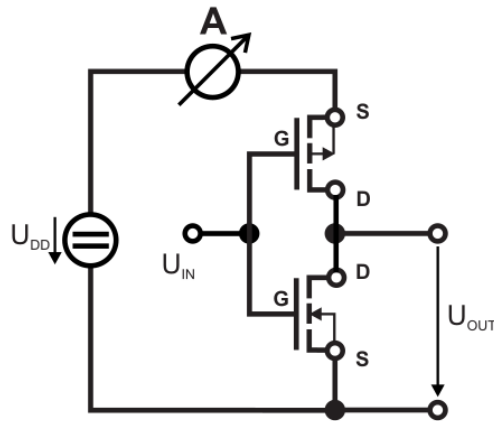

Abbildung 5.13: Aufbau: CMOS-Inverter, konstante Eingangsspannung
- Bauen Sie die Schaltung aus Abbildung 5.13 mit einem n-Kanal MOSFET und einem p-Kanal MOSFET auf.